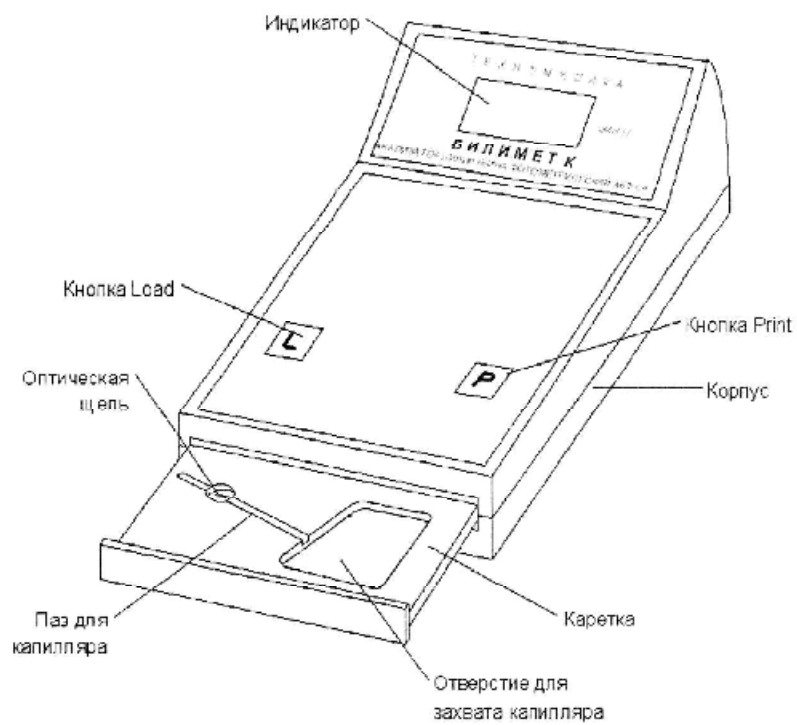
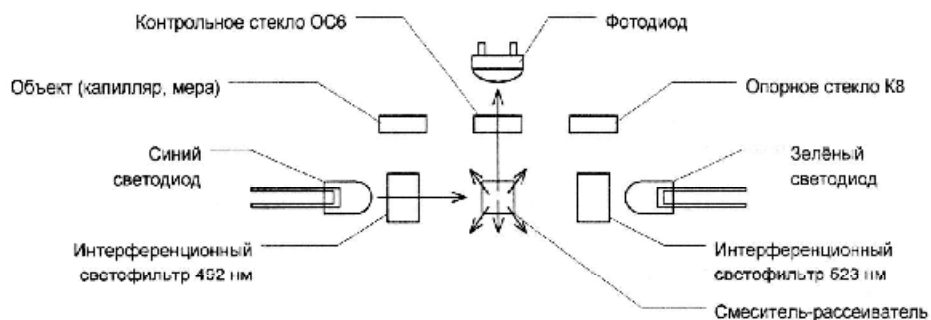

Рис. 1. Внешний вид прибора (с выдвинутой кареткой)
Рис. 2. Оптическая схема прибора
5.2 Прибор выполнен в виде настольного переносного блока (Рис. 1.). Во внешнем пластмассовом корпусе находится корпус оптического блока с кареткой. К корпусу оптического блока крепится плата измерений и плата с индикатором. К нижней части оптического блока крепится блок осветителей, состоящий из двух светодиодов, двух светофильтров и смесителя-рассеивателя. Каретка, перемещающаяся при помощи электромотора, имеет три положения: 1 – для измерения оптической плотности капилляра, 2 - для измерения оптической плотности встроеного контрольного стекла ОС6 и 3 - для измерения оптической плотности опорного стекла К8 (Рис. 2.). Контрольное стекло ОС6 служит для проверки и автоматической калибровки прибора, которые производятся в каждом измерительном цикле. При фотометрировании стекла ОС6 определяется возможное изменение оптических параметров прибора и это изменение компенсируется при расчете концентрации билирубина. Если изменение превышает допустимую величину, то на дисплей выводится сообщение об ошибке «Егг».